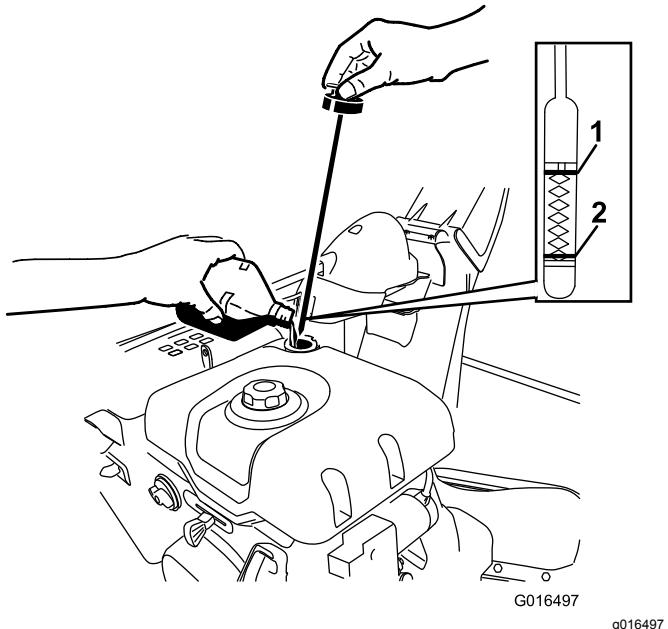

Bild 40
2. Nehmen Sie den Peilstab heraus und prüfen Sie den Ölstand (Bild 40). Füllen Sie Öl nach, wenn der Ölstand unter Auffüll-Marke am Peilstab steht. Siehe Wechseln des Motoröls \(Seite 25\).